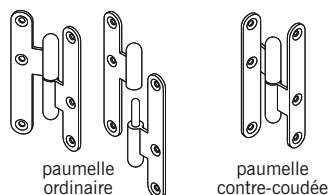

**fig. 11.33**
■ L'**oriel** ou le **bow-window** (fig. 11.33) : ensemble de menuiseries disposées en saillie sur un mur de façade.